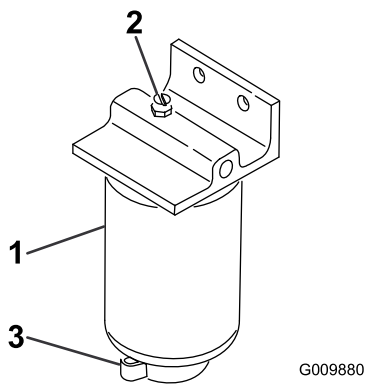

図 53
3. フィルタ容器 図 53 下部のドレンプラグをゆるめて水や異物を流し出す。
2. フィルタ容器(図 53)の周辺をウェスできれいにぬぐう。